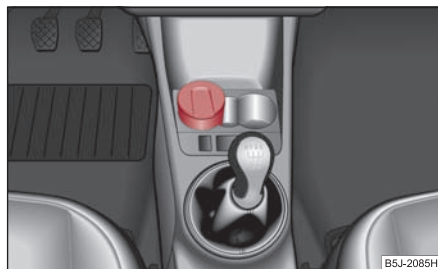

Fig. 99 Console centrale: Cendrier AV
- Enlevez le cendrier ⇒ fig. 99 en le tirant vers le haut. Ne maintenez pas le cendrier au niveau du couvercle pour le sortir - Risque de cassure.